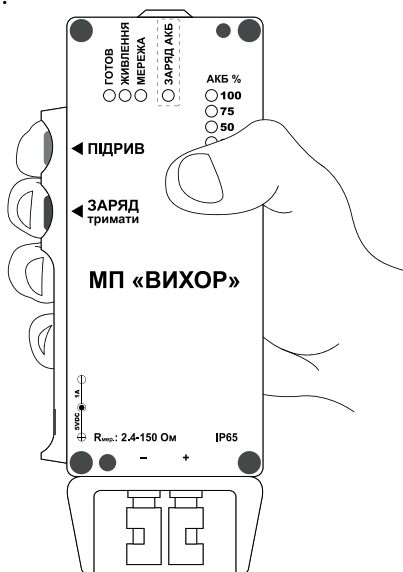

Рисунок 4: Приклад положення приладу в руці.
7.2 Взяти прилад у праву руку. Ергономічні властивості приладу створюють можливість зручного керування однією правою рукою. Приклад положення приладу в руці зображено на рис. 4.